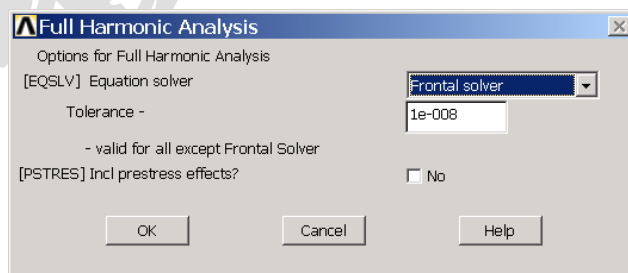

图10.49 完全法选项设置
(4) 接着弹出如图 10.49 所示的【Full Harmonic Analysis】对话框。保持默认值，单击【OK】按钮即可。